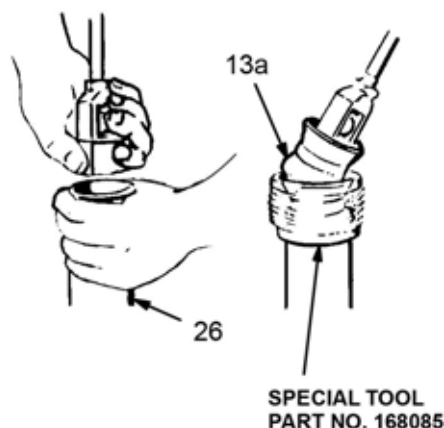

Fig. 6
15. Smörj förträngningsstången (27) och skjut den nedåt genom överdelen av pumphuset (36).
16. Kläm fast pumpcylindern (26) i ett skruvstöd. Inspektera den inre ytan med avseende på repor eller slitage. Smörj cylinderns övre innerdiameter med lätt maskinolja.
17. Ett speciellt monteringsverktyg, artikelnr 168085, bör användas för att montera kolvenheten i cylindern. Detta verktyg är tillverkat av mellanlägg på 0,41 mm (0,016 tum) och bidrar till att skydda tätningarnas kanter från skador vid återmontering. Placera verktyget runt kolvtätningarna enligt fig. 6. Starta de nedre tätningarna (13a) i cylindern och ta sedan bort verktyget.